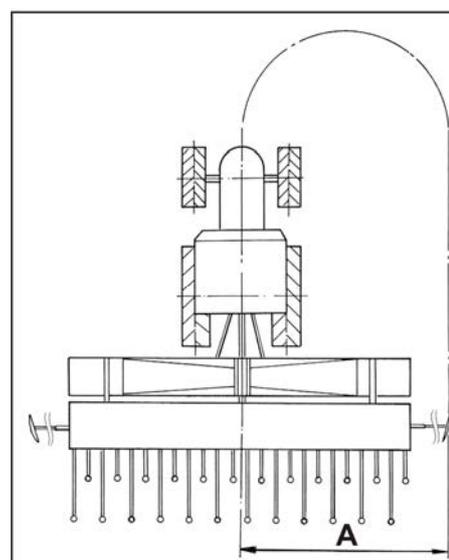

Fig. 109
4. Spuranreißerlänge auf Abstand „A“ (Fig. 109) einstellen.
Gemessen wird der Abstand A (Fig. 109)